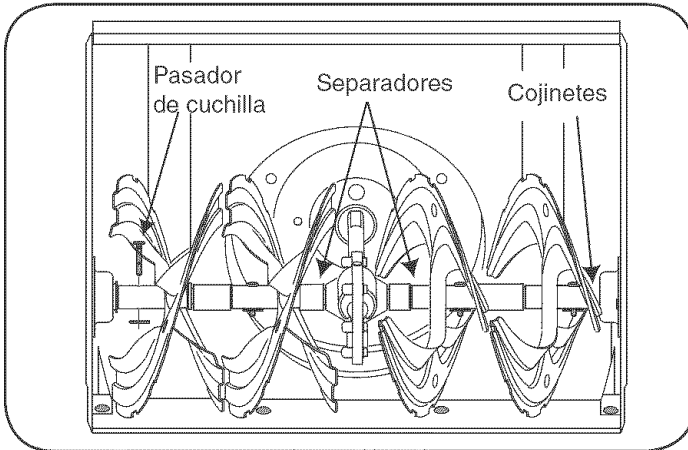

Figura 13
5. **Eje de la barrena:** Al menos una vez por temporada, quite los pasadores de cuchilla del eje de la barrena. Rocíe lubricante al interior del eje, alrededor de los separadores. Asimismo, lubrique los cojinetes bridados que se encuentran en ambos extremos del eje. Vea la figura 13.